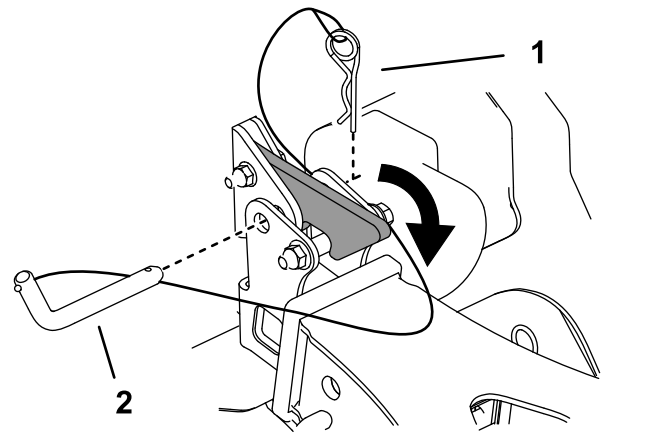
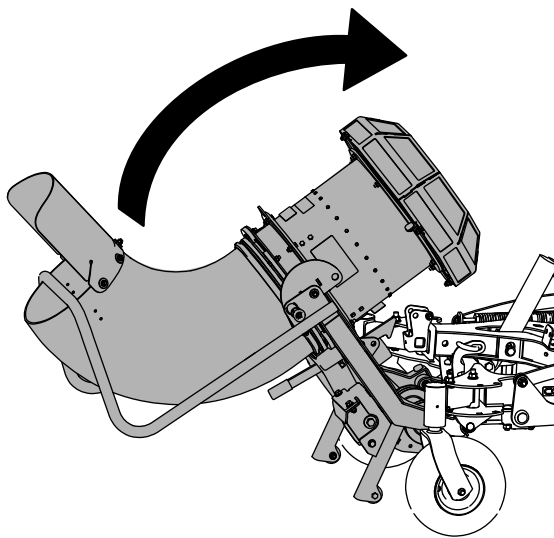

Figura 21
Figura 20
2. Sujete el conjunto al receptor de enganche usando el pasador de enganche y la chaveta que están sujetos al receptor (Figura 21).
1. Eleve el soplador hasta que se enganche en el receptor de enganche (Figura 20 y Figura 21).